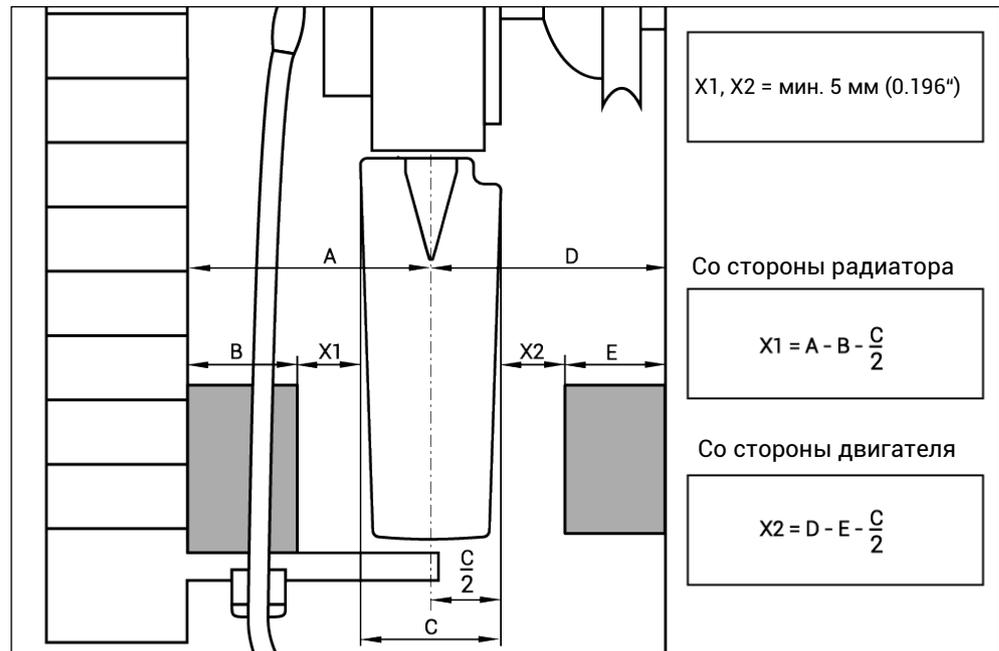

Рис. 38
33) Убедиться в отсутствии контакта с какими-либо предметами при вращении (см. Рис. 38).